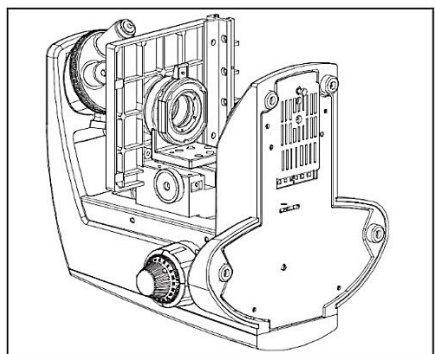

Fig. 1
2. Para evitar posibles peligros eléctricos al reemplazar un foco de halógeno o un LED, girar primero el interruptor principal del microscopio a la posición APAGADO y desconectar el cable de alimentación del tomacorriente de pared. Siempre que se vaya a reemplazar el foco del microscopio, dejar que el portalámparas y el foco se enfríen antes de tocarlos (Fig. 1).